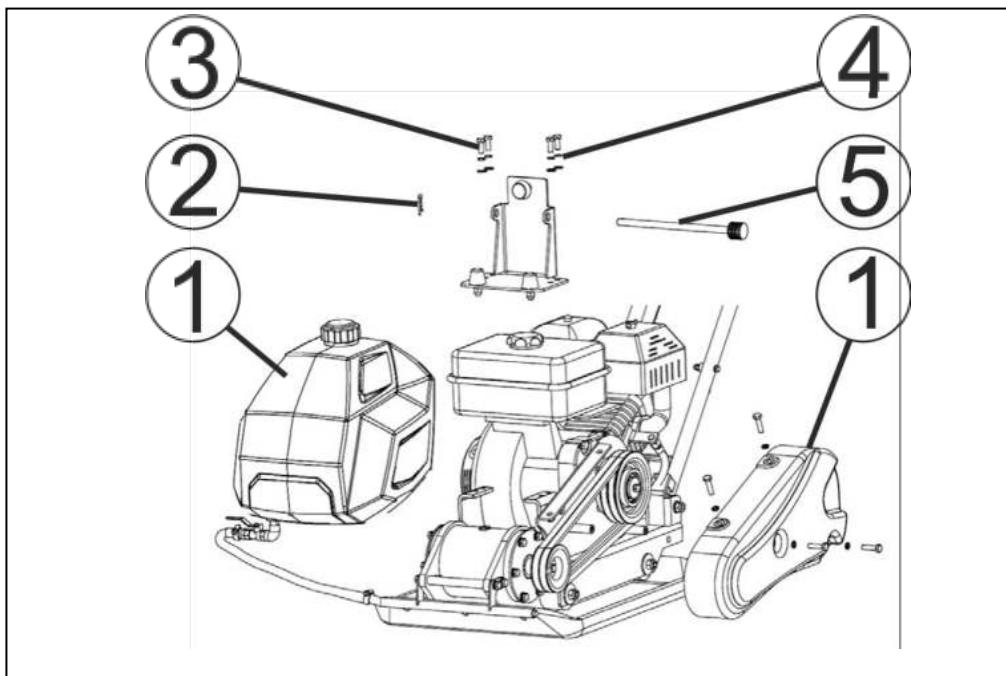
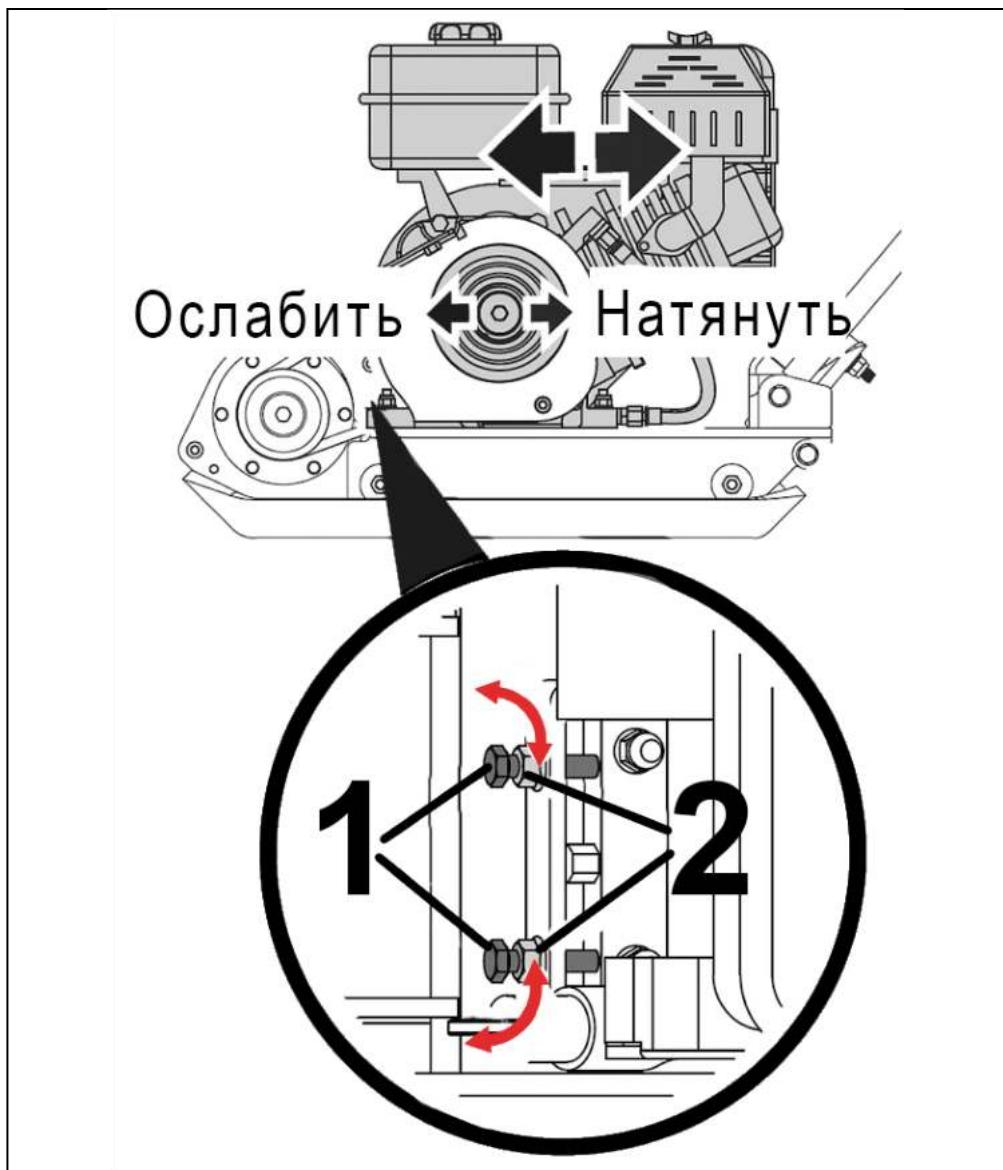

Рис. 23. Частичный разбор для обслуживания ремней.
Рис. 24. Регулировка натяжения ремней.
- извлечь шплинт (2), вытянуть шток (5), снять бак (1) для воды и отложить его в сторону (Рис. 23);
- открутить болты (3) крепления кронштейна (4) и снять кронштейн (4) с рамы виброплиты;
- для натяжения ремней ослабьте затяжку гаек (2), после чего закрутите болты (1) натяжного устройства (Рис. 24);
2. Снять бак для воды и отложить его в сторону (Рис. 23).
(Рис. 23).